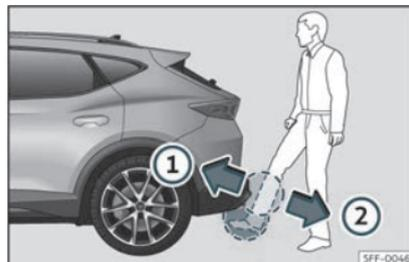

Fig. 84 Hayon du coffre à bagages à ouverture contrôlée par capteur (Easy Open).
- Approchez rapidement votre pied et le bas de votre jambe le plus près possible du pare-chocs. Le bas de la jambe doit s'approcher de la zone du capteur supérieur et le pied de la zone du capteur inférieur»» fig. 84 ①.
» fig. 84 ②. Le hayon arrière s'ouvre automatiquement.